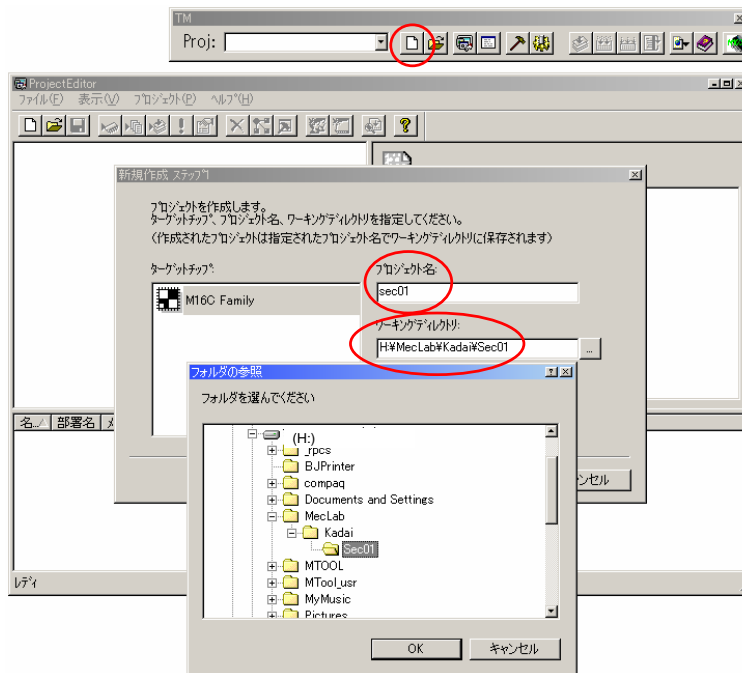
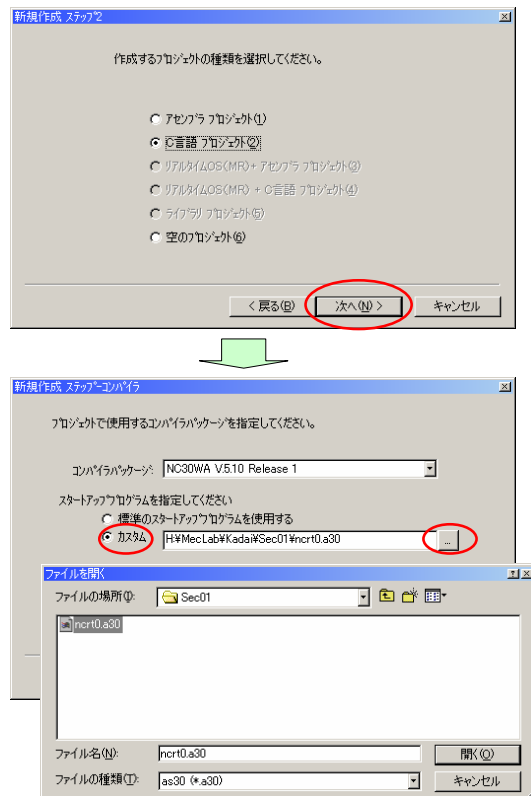

図. 2.9: プロジェクト名とワーキングディレクトリの指定。
図. 2.10: プロジェクトの種類とスタートアッププログラムの指定。
(1) 最初のダイアログで、「プロジェクト名」を入力します。よく考えてフォルダ名を付けたはずなので、フォルダ名と同じでいいでしょう。
(2) ワーキングディレクトリは、[...] ボタンをクリックして、先ほど用意したフォルダを選びます (以上が図 2.9)。
(3) 「次へ (N) >」でプロジェクトの種類を選びます。もちろん「C 言語プロジェクト」です。
(4) 次のダイアログで、スタートアッププログラムを選びます。「カスタム」を指定して [...] ボタンをクリックして、先ほど用意したフォルダの中のファイル (ncrct0.a30) を選びます (以上が図 2.10)。